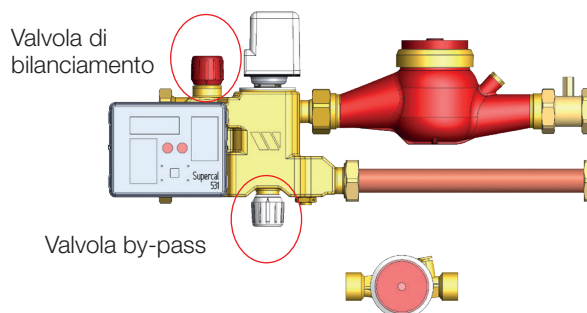

Figura 25
- Effettuare la taratura del by-pass agendo sul volantino dell'apposito dispositivo di taratura; La **Figura 25** mostra il volantino da regolare.